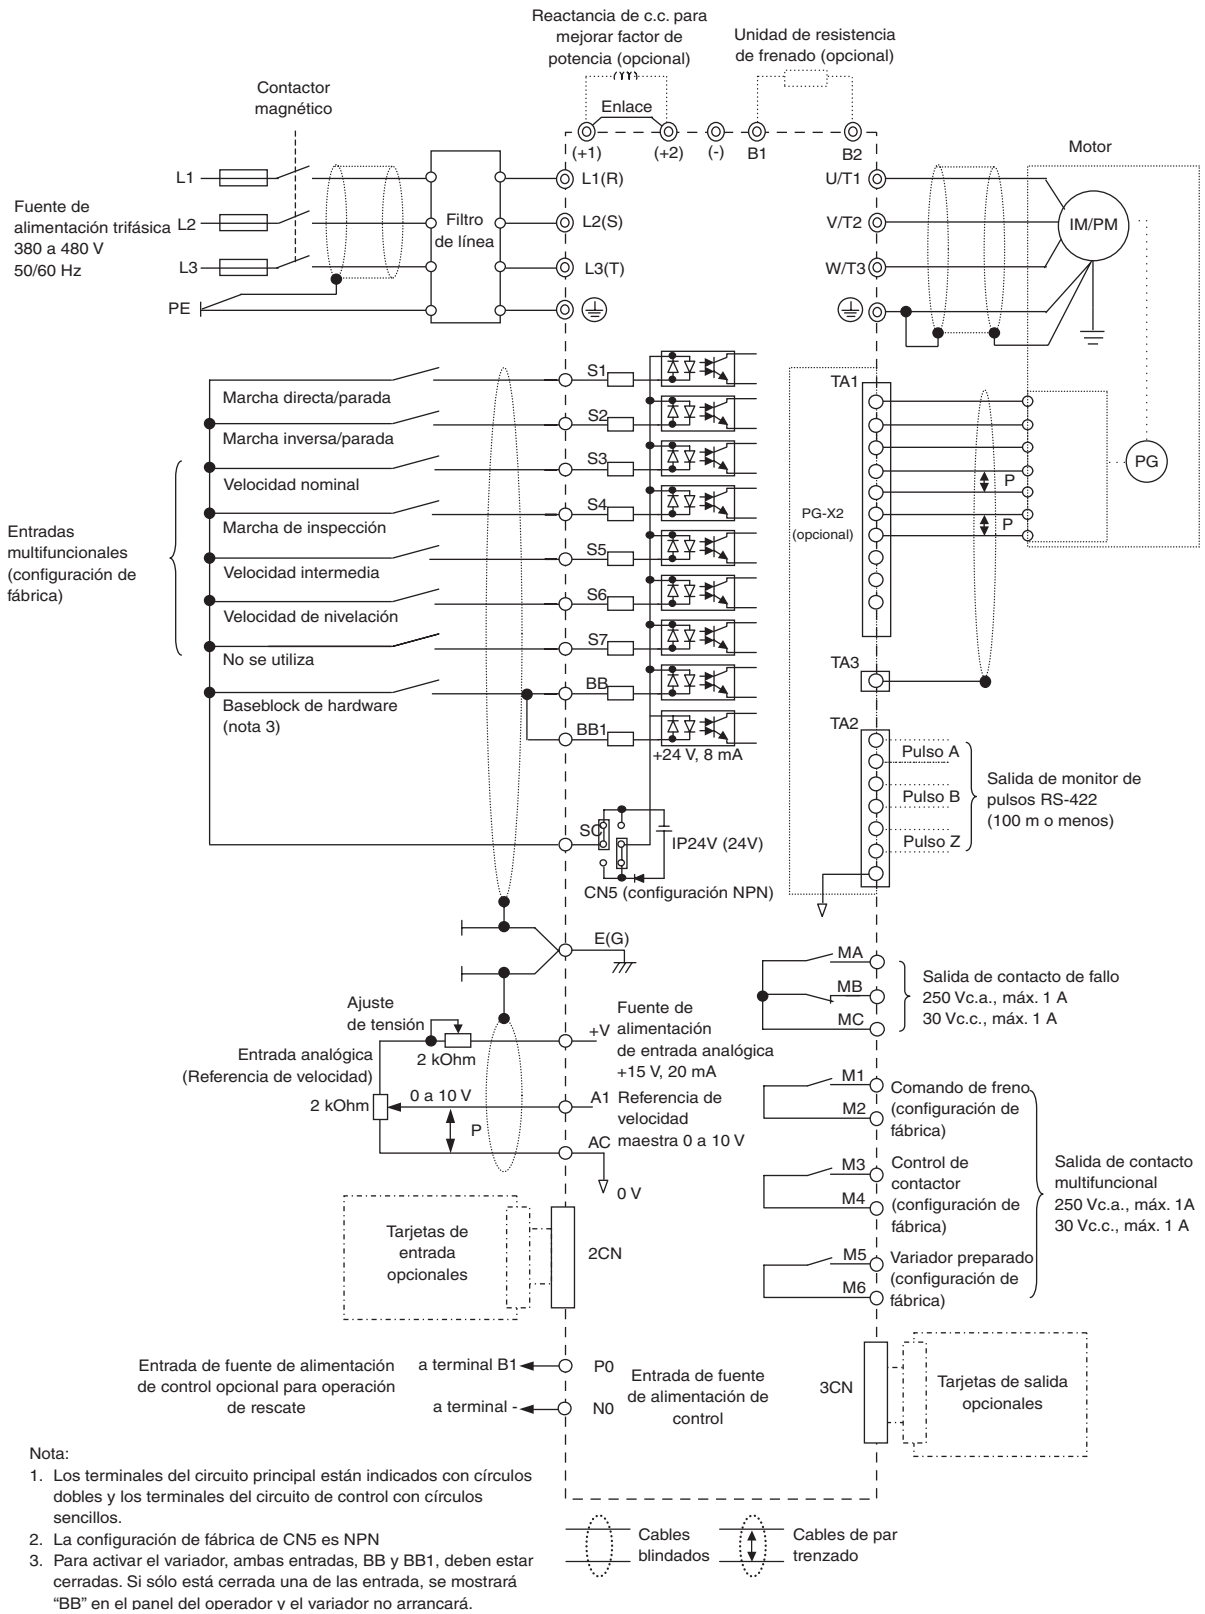

Fig. 4 Diagrama de cableado
1. En Fig. 4 se muestra el cableado de las entradas digitales S1 a S7 y BB, BB1 para la conexión de contactos o de transistores NPN (0 V modo común y NPN). Esta es la configuración predeterminada.